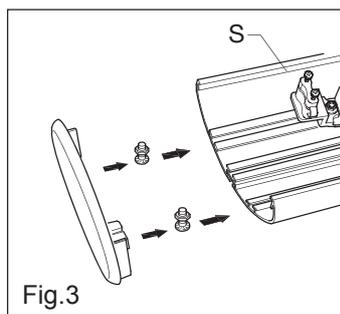

Fig.3
- Chiudere il modulo alle due estremità con le due testate terminali (non in dotazione) applicate in battuta e fissate con viti e dadi (in dotazione con l'accessorio) come indicato in fig. 3.
- Chiudere il modulo alle due estremità con le testate terminali così montate applicandole in battuta e fissandole con viti e dadi (in dotazione con l'accessorio), in modo analogo a quanto indicato in fig. 3.
- Istruzioni di montaggio:** operare in modo analogo a quanto indicato per le testate terminali (fig. 3).